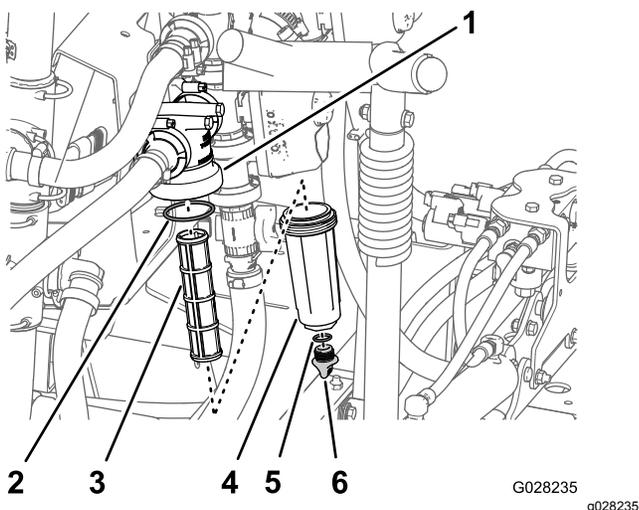

Figura 101
2. Alinhe um recipiente de escoamento debaixo do filtro de pressão (Figura 101).
3. Rode o tampão de drenagem no sentido contrário ao dos ponteiros do relógio e retire-o do recipiente do filtro de pressão (Figura 101).
4. Rode o recipiente no sentido contrário ao dos ponteiros do relógio e retire a cabeça do filtro (Figura 101).
5. Retire o elemento do filtro de pressão antigo (Figura 101).
6. Verifique o anel de retenção do tampão de drenagem (localizado no interior do recipiente) e o anel de retenção do recipiente (localizado no interior da cabeça do filtro) e veja se há danos e desgaste (Figura 101).
7. Instale o novo elemento do filtro de pressão na cabeça do filtro (Figura 101).
8. Instale o recipiente na cabeça do filtro apertando à mão (Figura 101).
9. Instale a tampa no depósito e aperte manualmente (Figura 101).